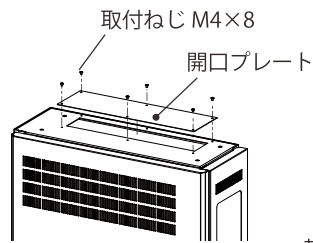

図7
2. 開口プレートの取付ねじ M4×8(6か所)を取り外し、開口プレートを取り外してください。(図7)